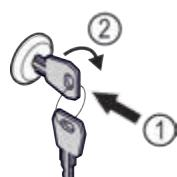

Fig. 127
- Вдавити ключ Fig. 127 (1).
- Повернути ключ на 90° за годинниковою стрілкою Fig. 127 (2).